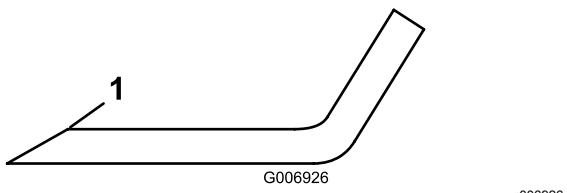

Figura 18
- Controllate i taglienti di tutte le lame, e affilateli se fossero ottusi o scheggiati. Affilate soltanto la parte superiore del tagliente e mantenete l'angolo di taglio originale per garantire l'affilatezza (Figura 18).
- Se smussato o scheggiato, affilate soltanto la parte superiore del tagliente e mantenete l'angolo di taglio originale (Figura 18).